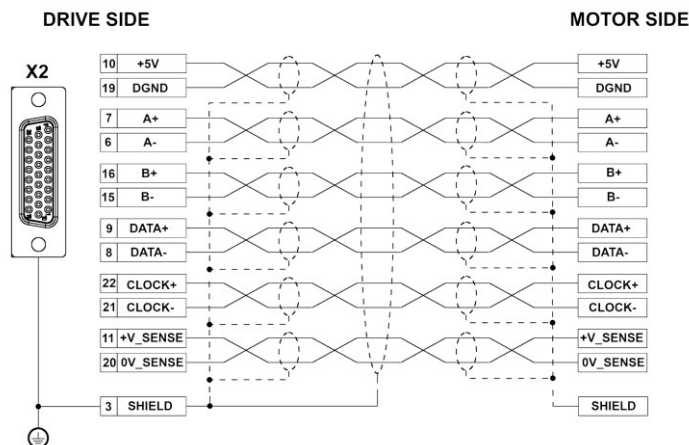

FIG. 29- X2 collegamenti Endat 01-02 / X2 Endat 01-02 connections
**FIG. 29** mostra la connessione di un EnDat 01/02 (dato digitale + tracce SinCos).
**FIG. 29** shows an Endat 01/02 connection (digital data+ SinCos tracks).